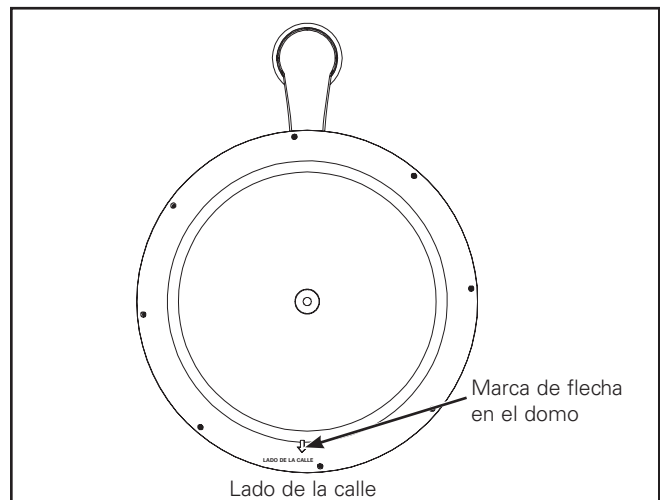

Figura 8.
11. Para luminarias con ópticas asimétricas, rótelas según la marca de la flecha que hay en el domo en el sentido de la calle. (Figura 8.)